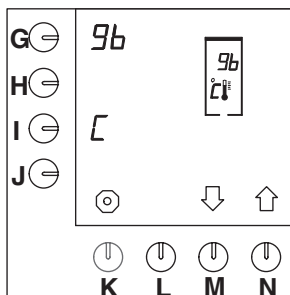

Fig. 40 Réglage de la température
- Après avoir introduit le code d'accès maître, appuyez 3 fois sur la touche de sélection (N.)↑ jusqu'à ce que la fig.40 s'affiche sur l'écran de contrôle.
- Après avoir introduit le code d'accès maître, appuyez 3 fois sur la touche de sélection (N.)↑ jusqu'à ce que la fig. 40 s'affiche sur l'écran de contrôle.